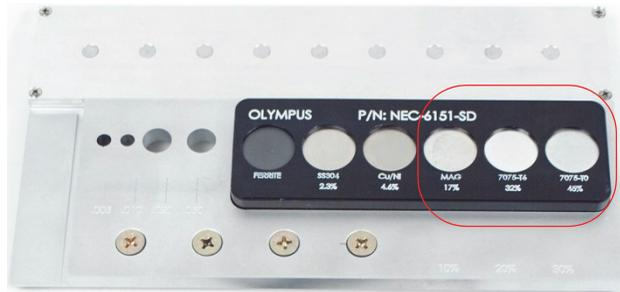

Figura 5-79 La sezione del campione usata per la verifica di conduttività
6. Posizionare la sonda sul campione con conduttività del 45% (vedere Figura 5-79 a pagina 196) ed in seguito mantenere premuto il tasto A-LIFT NULL (⊕) per attivare la funzione di lift-off automatico.